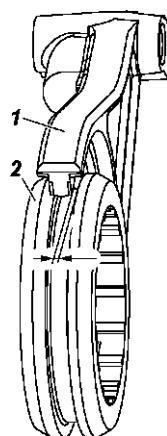

Рис. 7.10. Замер зазора между вилкой и муфтой включения переднего моста:
**Зазор между вилкой 1 (рис. 7.10) и муфтой 2 включения переднего моста:**